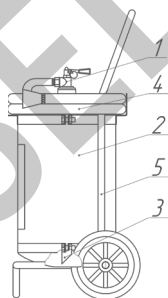

Рисунок 2
4.1 Конструкция огнетушителей на рис. 2. Огнетушитель состоит из корпуса 2, в горловину которого ввернуто ЗПУ 1 с предохранительным клапаном и сифонной трубкой 3. К выходному отверстию ЗПУ огнетушителя подсоединяется гибкий шланг 4.